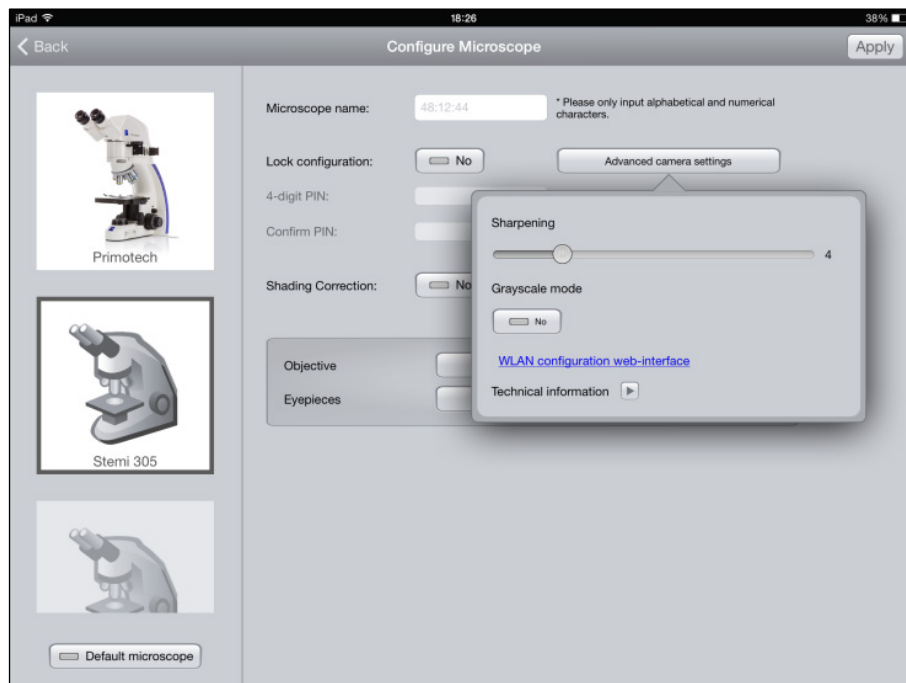

Fig. 8 Page de configuration du Stemi 305 cam
- Lancez l'app Labscope sur l'iPad (voir Fig. 8).